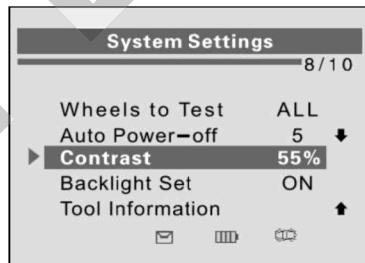

Рисунок 2-16
- 1) В окне **System Settings** [Параметры системы] с помощью кнопок прокрутки вверх/вниз выберите пункт **Contrast** [Контрастность], а затем нажмите кнопку **Y**. См. рисунок 2-16.